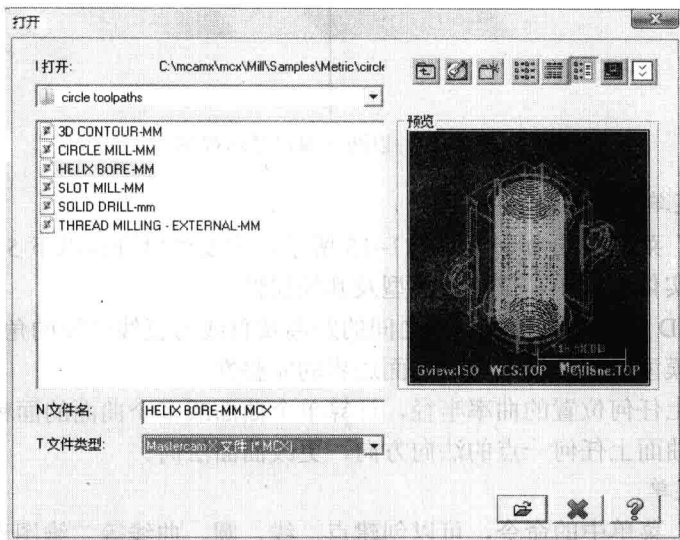

图 1-11 “打开”对话框
(2) 打开文件。打开文件时,单击“打开”对话框中的“预览”按钮,可在文件列表框中预览模型,在“打开”对话框的“文件类型”下拉列表中选择文件类型“Mastercam X 文件(×.MCX)”,可打开相应的模型文件。如图 1-11 所示。